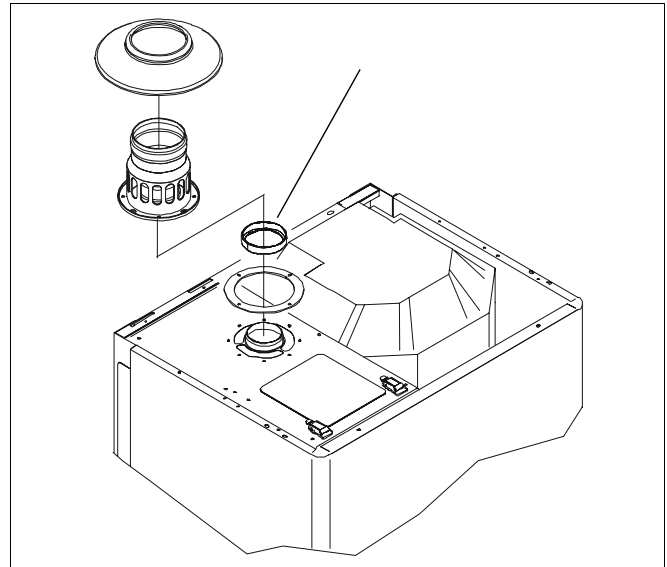

Рис. 14 Монтаж кольцевого переходника и адаптера
- Для дымохода диаметром 80 мм и длиной от 0,5 м до 4 м нужно устанавливать кольцевой переходник диаметром 46 мм в адаптер на выходе из вентилятора (рис. 14). Этот кольцевой переходник поставляется упакованным в одну пленку вместе с водонагревателем.